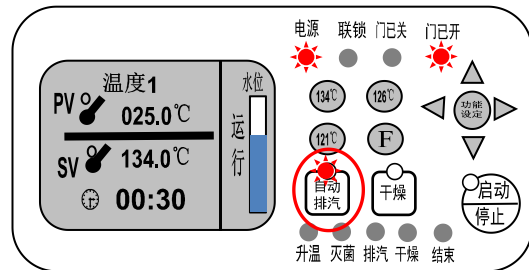

图 15
4. 设置自动排汽功能（非干燥功能）后, 运行状态界面。图 15。